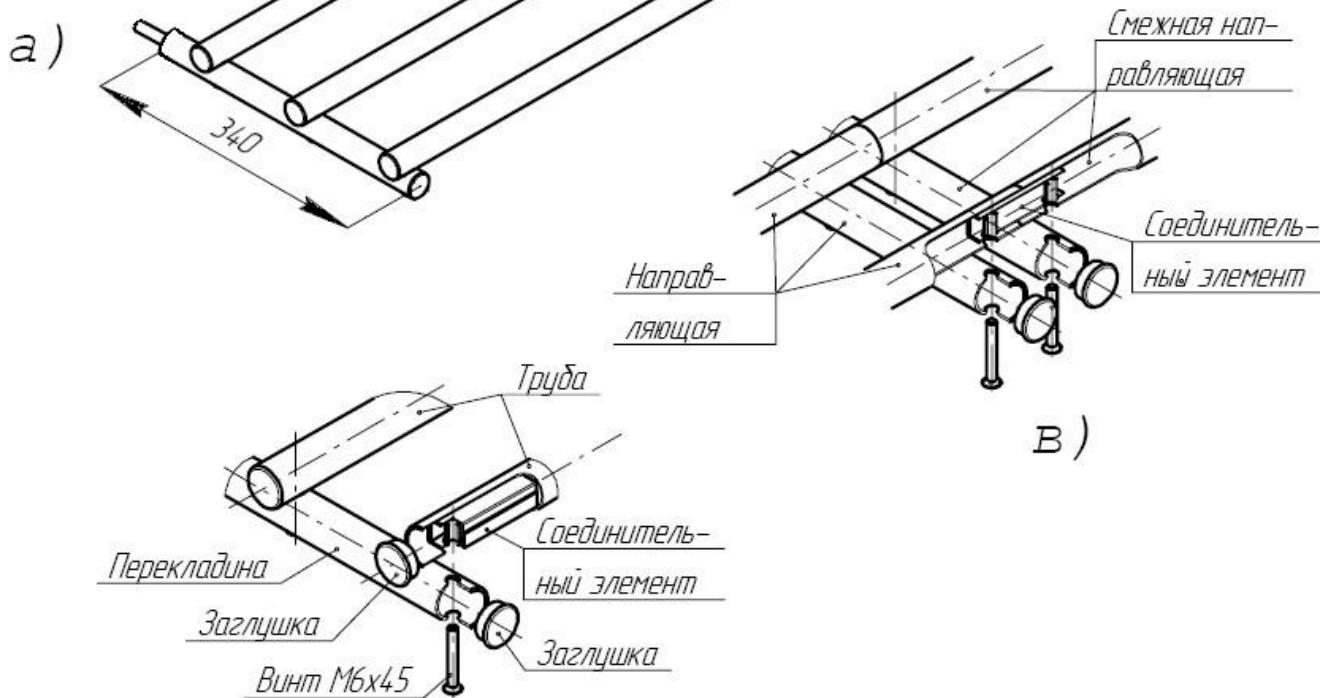

Рис. 7. Направляющая для подносов
После сборки в ЛР обеспечивается жесткое соединение соседних направляющих с минимальным отклонением труб от их соосности, что придаёт всей линии исключительную устойчивость к случайному смещению и опрокидыванию. На рис. 7 приведена схема сборки направляющей.
– каждую из труб последовательно приложите к поперечинам так, чтобы их монтажные отверстия совпали и трубы были параллельны столешнице изделия; вставьте снизу винты M6x45 в отверстия поперечин и вверните их в резьбовые отверстия соединительных элементов (рис.7б и 7в). Соединительные элементы нужно предварительно вставить в трубы резьбовыми отверстиями вниз (расположение соединителей внутри труб зависит от наличия/отсутствия смежного изделия из ЛР) после извлечения торцевых заглушек.